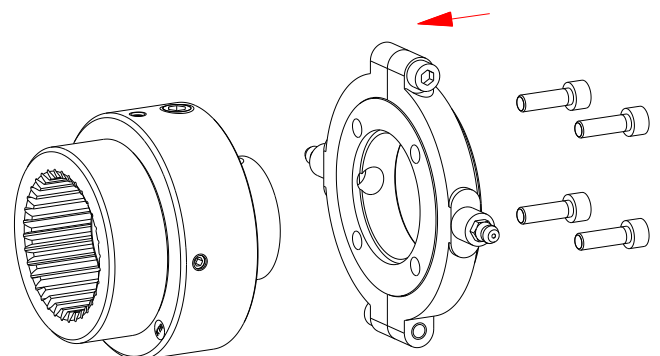

Bild 13: Montage des Zusatzringes
- Setzen Sie den Zusatzring mit dem Schleifring auf das Schaltteil (Bauteil 2) (siehe Bild 13).